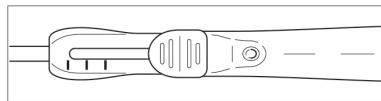

Figura 12. Marcas de 8 mm de longitud del globo
- c. Si utiliza un globo de 8 mm de longitud, puede necesitar múltiples inflados para lograr el resultado deseado. Retire parcialmente el mecanismo de deslizamiento del globo entre inflados utilizando las marcas de referencia de 5 mm para garantizar la duración total del tratamiento. Consulte la figura 12.